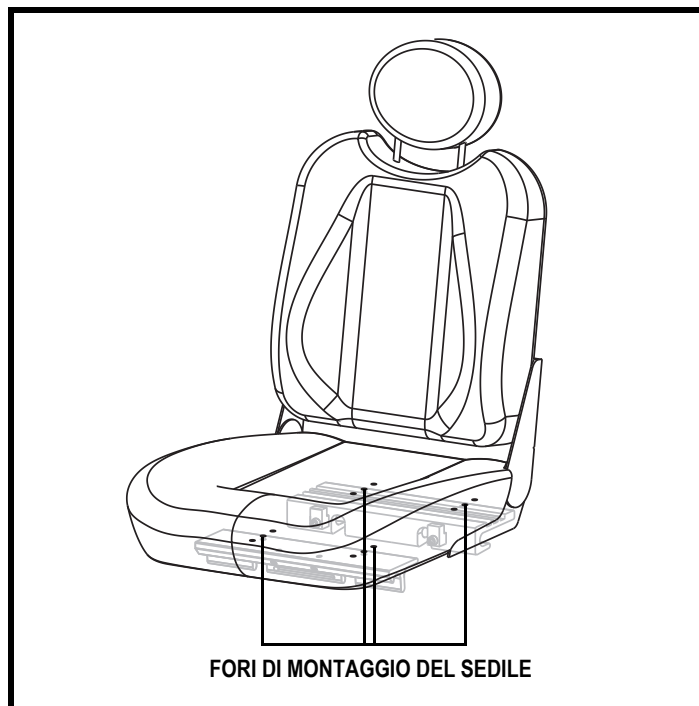

Figura 16. Regolazione della posizione del sedile
6. Riposizionare le estrusioni su una serie diversa di fori di montaggio. È necessario spostare entrambe le estrusioni dello stesso numero di fori in avanti o all'indietro. **Vedere la figura 16.**